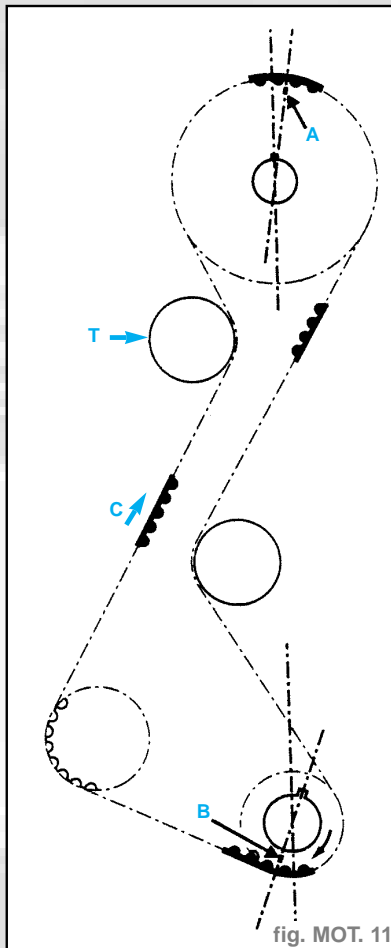

fig. MOT. 11
- Tourner le vilebrequin jusqu'au point de calage moteur (fig. MOT. 11).
- Détendre le galet tendeur (**T**) et déposer la courroie (fig. MOT. 11).
- le sens de montage flèche (**C**) placée entre la roue crantée d'arbre intermédiaire et le galet tendeur (fig. MOT. 11),
- Tendre la courroie par le galet tendeur (**T**) jusqu'à l'obtention de **29 unités SEEM** (fig. MOT. 11)